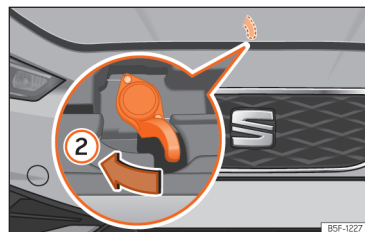

Fig. 220 Alavanca sob o capô.
• Para levantar o capô, pressione para a esquerda com a palma da mão para baixo a alavanca situada sob o capô, no centro »» Fig. 220 ②. Os ganchos de fixação ficam desbloqueados.